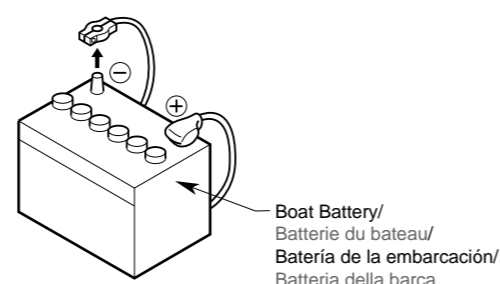

Figure 1 / Figure 1 / Figura 1 / Figura 1
- Be sure to disconnect the battery's " - " terminal before beginning the installation. This is to prevent short-circuiting. (Figure 1)
- Raccordez bien la borne " - " de la batterie avant de procéder à l'installation. Ceci a pour but d'éviter les courts-circuits. (Figure 1)